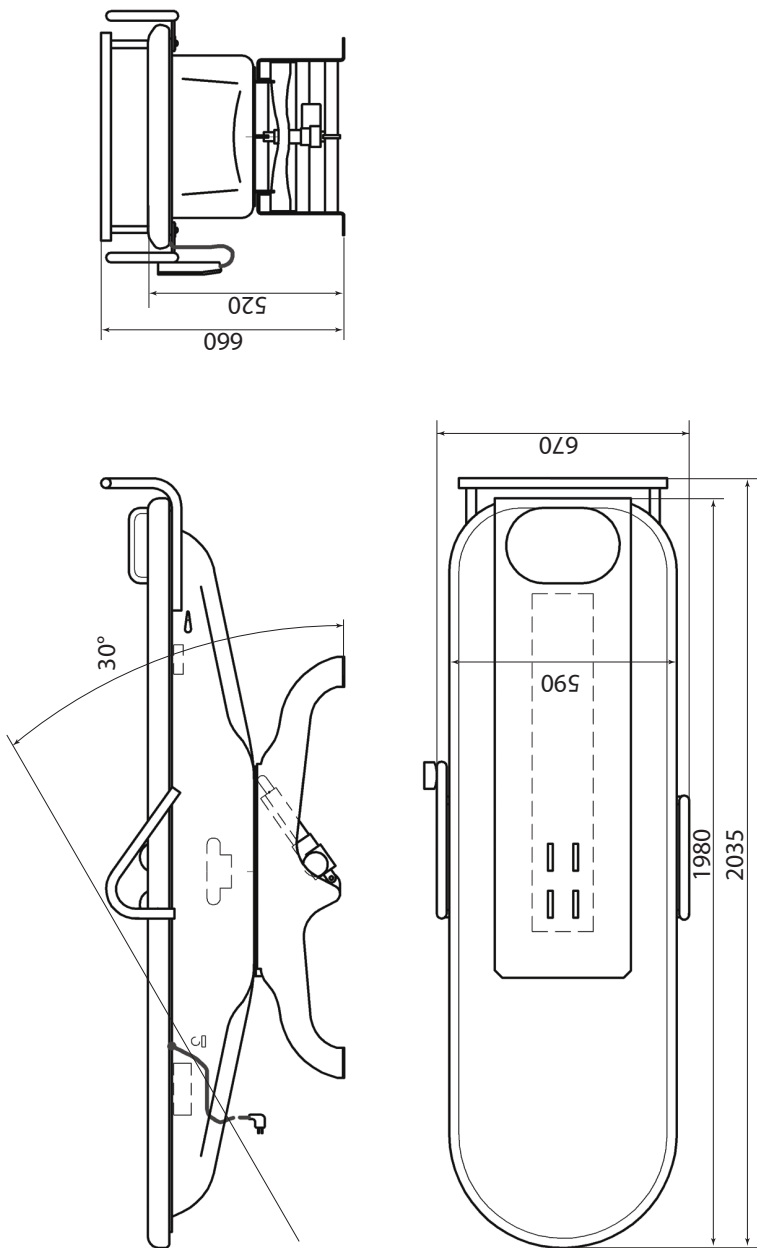

Рис. 1. Конструктивная схема Установки
8.2. Перед выполнением процедуры вытяжения необходимо закрепить на пациенте грудной пояс (фото 3). Для удобства пользования грудной пояс снабжен двумя зажимными ленточными липучками. Ремни (ленты) крепления пояса к установке должны располагаться на наружной стороне пояса симметрично осевой линии позвоночника пациента, при этом ремни крепления должны быть направлены в сторону головы пациента. Ремни (ленты) крепления грудного пояса располагаются только со стороны спины (фото 3.1), при этом свободный конец ремня, перекинутый через поручень установки 9 (рис. 1) должен фиксироваться на пряжке Аргі, расположенной на этом же ремне.